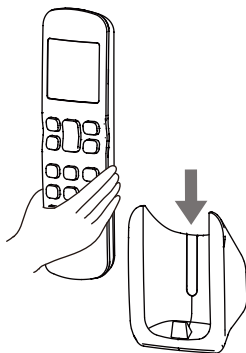

Imagen 2.5
3) Deslice el control remoto verticalmente hacia abajo en el soporte del control remoto (consulte la Imagen 2.5).